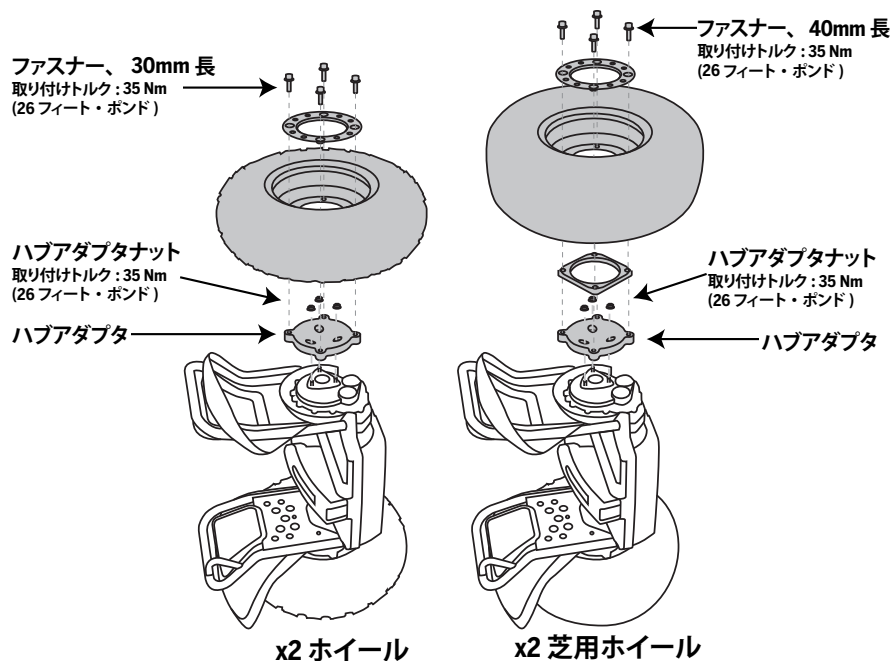

図2. ハブアダプタの取り外しと取り付け
3. 13mm ソケットレンチを使って、(3) 本のナットを外します。ホイールが回転しないようにホイールを押さえます。図2を参照してください。
7. ハブアダプタを元に戻すには、バルブの柱状部分が外を向くようにしてホイールをハブアダプタにかぶせます。x2 芝用: ハブアダプタにスペーサをかぶせてから、ホイールをスペーサにかぶせます。図2を参照してください。
8. トリムをホイールにかぶせます。(4) 本のアスナーを、トリムとホイールからハブアダプタへと通します。
9. ホイールとハブアダプタを 3 本のねじ山付き柱にかぶせます。図 2 を参照してください。ホイールが回転しないように押さえながら、(3) 本のナットを溝つき柱にはめます。13mm ソケットレンチを使って、35 Nm (26 フィート・ポンド) のトルクに締めます。